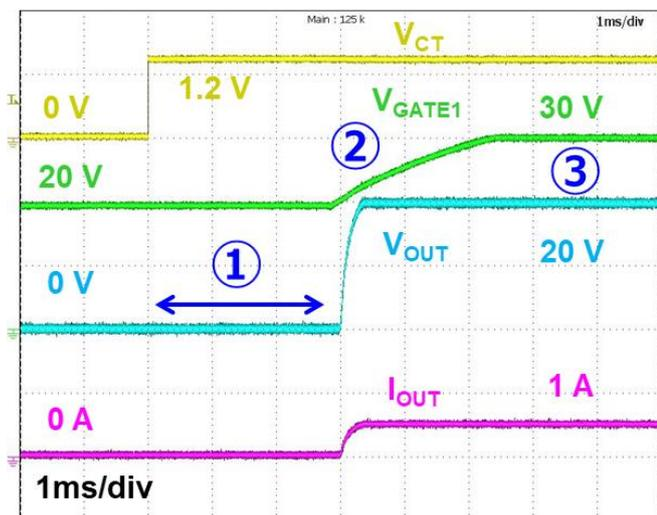
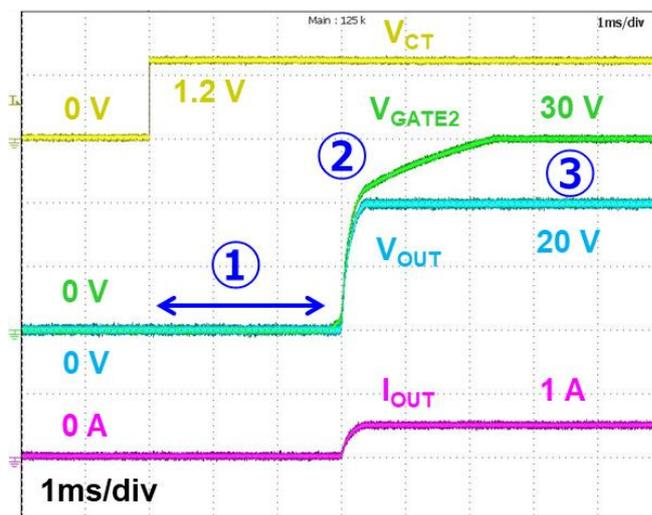

図 7.2 ターンオン動作 (VGATE1)
図 7.3 ターンオン動作 (VGATE2)
図 7.2 および図 7.3 は、VGATE1 端子および VGATE2 端子のターンオン動作です。VIN 印加時に VCT 端子をオンしてもすぐには出力されず、Delay 時間 t_{HD} (Hold time) が生じます (①)。 t_{HD} の後、 $V_{GS} (= V_{GATE} - V_{IN})$ が 10 V になるまで V_{GATE1} および V_{GATE2} が上昇します (②)。上昇後、 V_{GS} が 10 V をキープするように間欠動作を行います (③)。